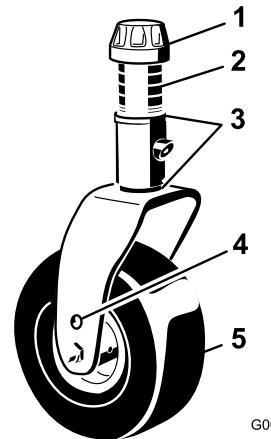

Figura 28
- Retire el casquillo tensor del eje de la rueda giratoria (Figura 28) y retire el eje del brazo de la rueda giratoria. Coloque dos suplementos (3 mm) en el eje de la misma forma que en la instalación original. Coloque el número necesario de espaciadores de 13 mm en el eje para obtener la altura de corte deseada.